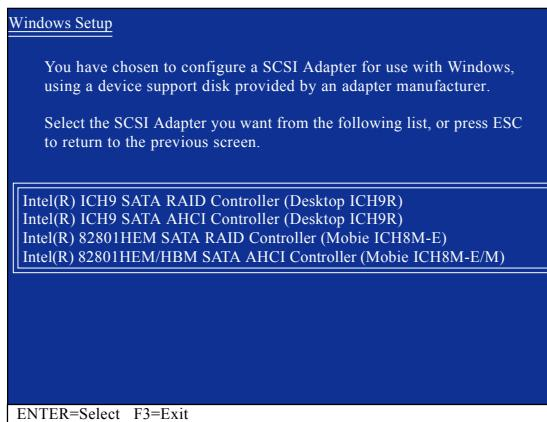

図 3
セットアップがフロッピーディスクの Intel ICH9R SATA RAID/AHCI ドライバを正しく識別したら、以下の図 3 のようなコントローラメニューが表示されます。矢印キーを使用して、表示されたアイテムを 1 つ選択し、<Enter> を押します。 BIOS セットアップの **SATA RAID/AHCI Mode** アイテムを RAID モードに設定したら、Intel(R) ICH9 SATA RAID Controller (Desktop ICH9R) を選択します。(AHCI モードの場合、Intel(R) ICH9 SATA AHCI Controller (Desktop ICH9R) を選択します)。